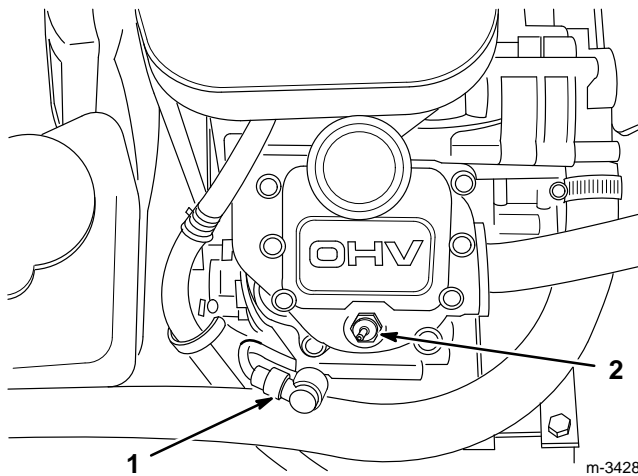

Abbildung 30
3. Den Draht von der Zündkerze abziehen (Abb. 30). Dann den Bereich um die Kerze herum reinigen, um zu verhindern, daß Schmutz in den Motor gelangen und möglicherweise Schaden verursachen kann.
3. Das/die Kabel auf die Zündkerze(n) stecken (Abb. 30).